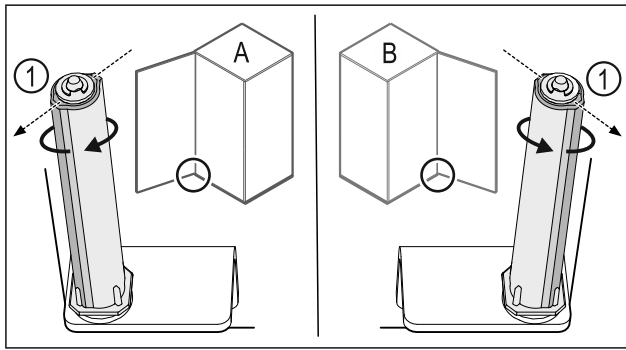

Fig. 23 Battuta a sinistra (A) / battuta a destra (B)
- ▶ Ruotare il sistema di chiusura contro la resistenza fino a quando la sporgenza del sistema di chiusura Fig. 23 (1) non è rivolta verso l'esterno.